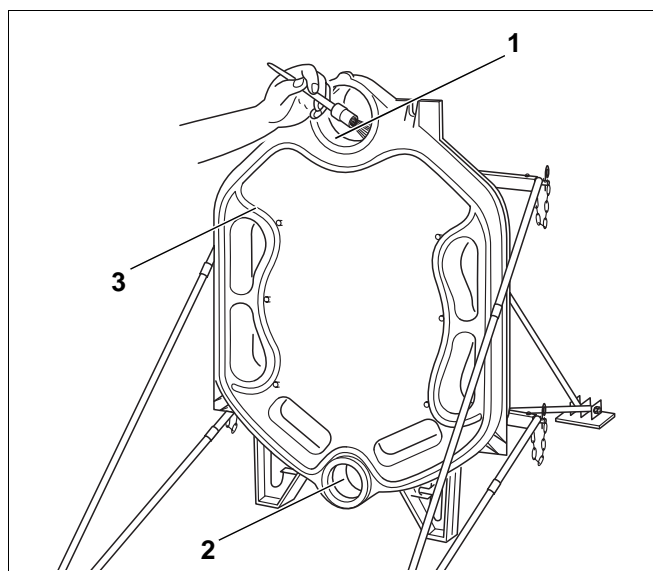

Рис. 8
- Уплотнительные пазы прочистить проволочной щеткой и ветошью (рис.8, поз. 3).
- Очистить уплотнительные поверхности ступиц 1 (рис.8, поз. 1 и 2) ветошью, пропитанной бензином.